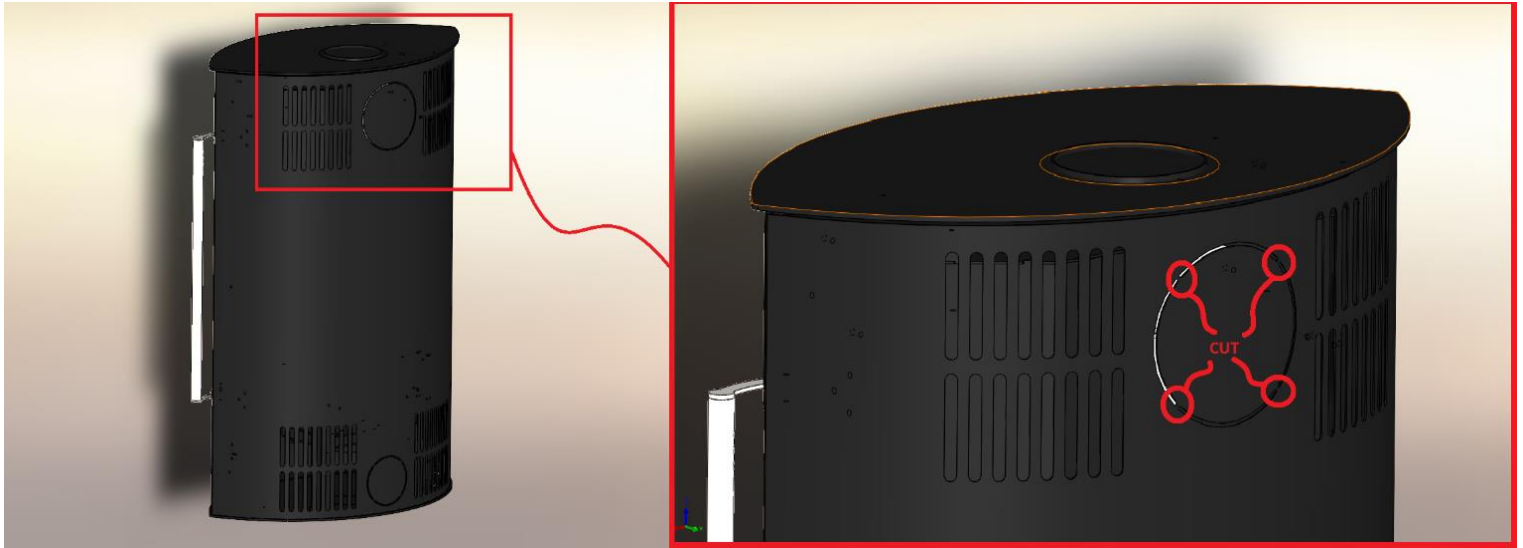

Figura 1 Tăierea microconexiunilor pe partea din spate
2. Figura 1 Tăierea rosturilor micro la partea din spate a sobei șemineu	Pagină 5
La montarea sobei șemineu este necesar să se respecte reglementările locale pentru astfel de aparate. Recomandăm consultarea cu coșarul responsabil. Sobele șemineu sunt livrate pe paleți de transport, pregătite pentru racordarea la coș de sus. Dacă racordarea la coș se dorește din spate, atunci trebuie schimbat adaptorul de evacuare a gazelor către racordul din spate și capacul de evacuare trebuie plasat pe racordul superior (Figura 1 și 2).